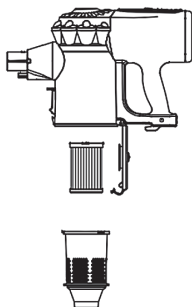

Abb. 1
- Während des Ladevorgangs blinkt die Displayanzeige (3) und leuchtet bei vollgeladenem Akku konstant auf. Um die Lebensdauer des Akkus zu verlängern, sollte die erste Ladung nach vollständigem Akkuentladen in einem Arbeitsgang ununterbrochen durchgeführt werden.
- Das Kabel des Netzgerätes (22) am Ladeanschluss (18), anschließend das Netzgerät (22) an der Netzsteckdose mit den in der Anleitung angegebenen Parametern installieren.
- Stecker des Netzgerätes (22) nach dem Ladevorgang ziehen und das Netzgerätekabel vom Ladeanschluss (18) trennen.
- Deckel (14) öffnen und zuerst den HEPA Filter (16a), dann den Eintrittfilter (16b) im Staubbehälter (15) einbauen - **Abb. 1**. Beide Komponenten im Uhrzeigersinn drehen und verriegeln. Anschließend Deckel (13) schließen.